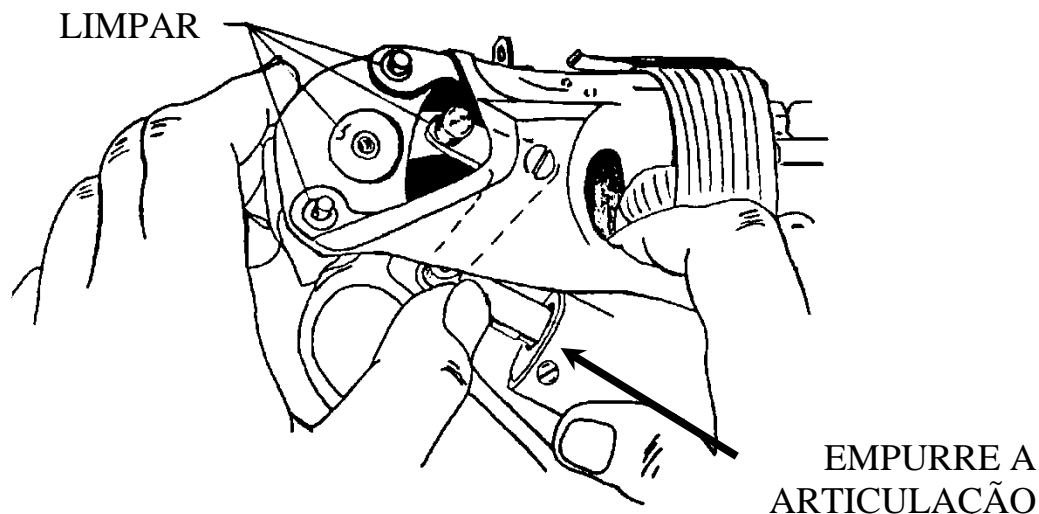

FIGURA 10
- Certifique-se de que o rolete está na parte superior da cavidade. Caso não esteja, é possível deslocá-lo pressionando para a frente a articulação na haste do cilindro de alimentação. (Consulte a **Figura 10**.)